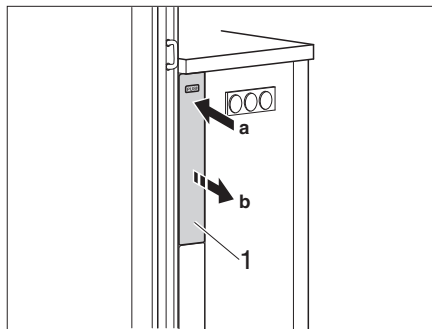

Fig. 128 Sbloccaggio del piano di ampliamento
- Premere sulla mascherina (Fig. 128,1) del piano di ampliamento. Il piano di ampliamento si sblocca.
- Spingere il piano di ampliamento (Fig. 128,1) nella struttura della cucina facendolo innestare.